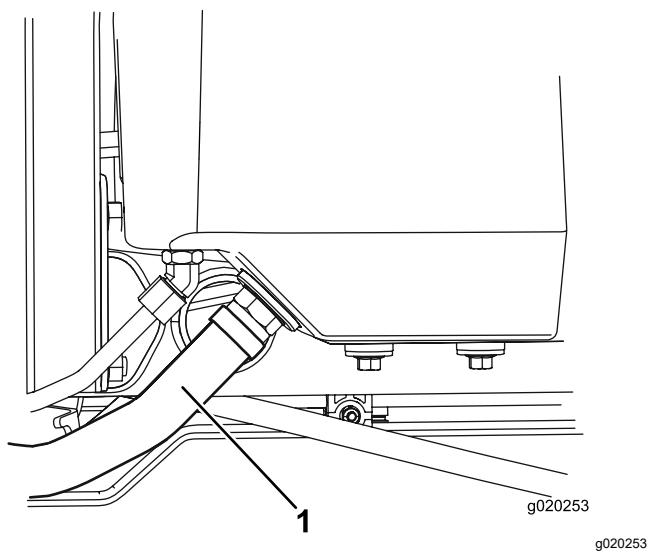

Рисунок 79
2. Отсоедините большой гидравлический шланг (Рисунок 79) от бака и дайте гидравлической жидкости стечь в сливной поддон.